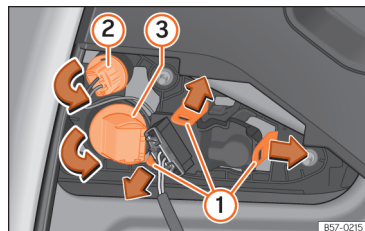

Abb. 203 Lampenhalter ausbauen.
- Entriegeln Sie die Befestigungslaschen des Lampenträgers »» (Abb. 203) ①, oder drehen Sie den Lampenträger nach links ② und ③.